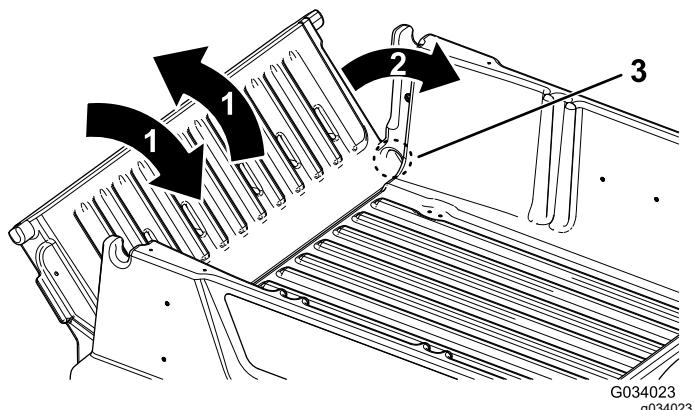

図 16
- テールゲートを 45°程度の角度にする図 16)。
- この位置から、テールゲートを小刻みに前後に振るように数回往復させる図 16)。